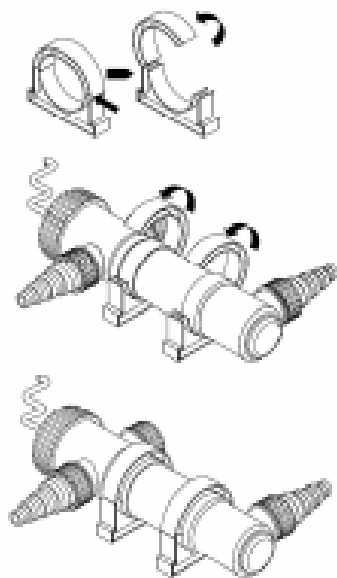

Fig. 8.
4.4.3. Les anneaux d'attache (Figure 8).